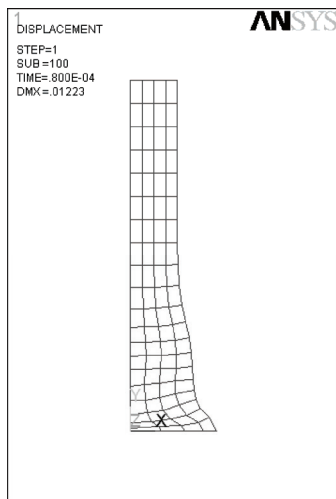

图 5-210 变形图
1) 选择 Main Menu | General Postproc | Plot Results | Deformed Shape 命令，出现 Plot Deformed Shape 对话框，单击 OK 按钮，ANSYS 显示窗口显示如图 5-210 所示的变形图。